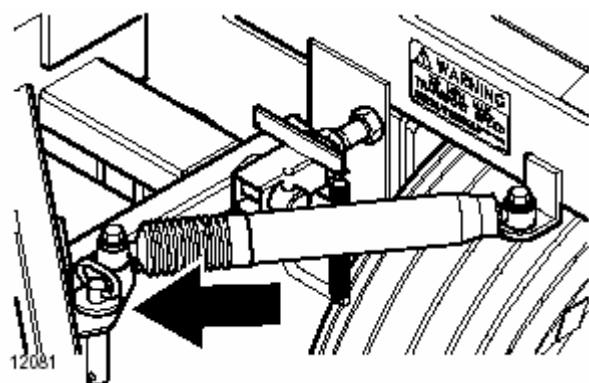

Рисунок 1-4
2. Когда сцепка со шкворнем будет прикреплена к тяговому стержню трактора, выньте фиксирующие штифты из вертикальных трубок надшинами. Поместите эти штифты в отверстие для их хранения рядом с цилиндром стабилизатора. См. Рисунок 1-4.